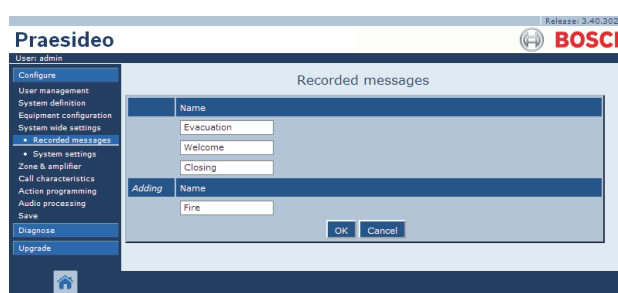

figura 45.4: Registrar uma mensagem, passo 3
- 3 Introduza o nome do ficheiro WAV na unidade de mensagens no campo *Name* (consulte um exemplo na figura 45.4).